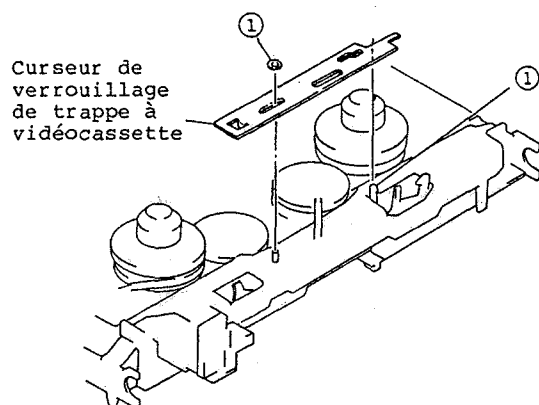

Fig. 2-85
1. Retirer une (1) rondelle et libérer un (1) segment de fixation immobilisant le curseur de verrouillage de trappe à vidéocassette. (Se reporter à la figure 2-85)